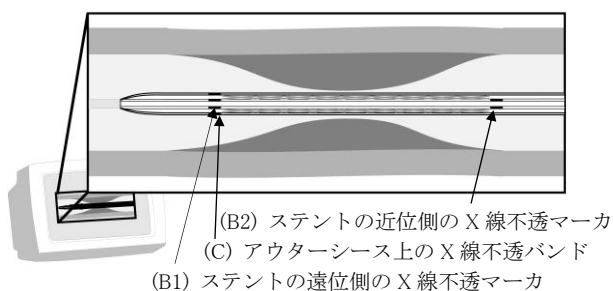

図 8
- 4)ステント近位側の X 線不透マーカ(図 8-B2)、及びステント遠位側の X 線不透マーカ(図 8-B1)とアウターシース上の X 線不透バンド(図 8-C)の重なりが、狭窄部を中心に両端に位置していることをモニターで観察する。